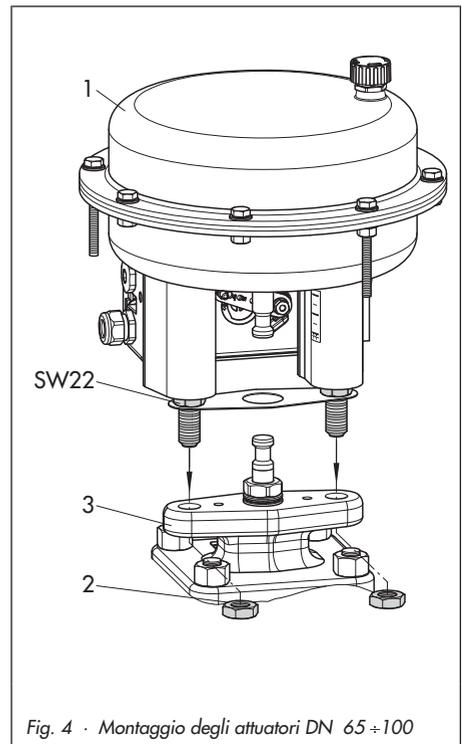
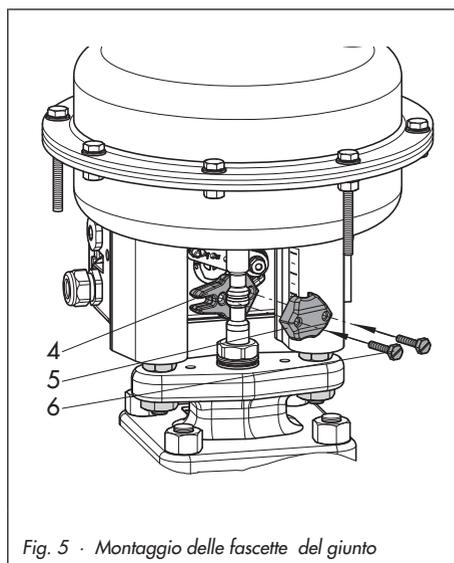

Fig. 4 · Montaggio degli attuatori DN 65 ÷ 100
Fig. 5 · Montaggio delle fascette del giunto
3. Applicare la fascetta posteriore del giunto con la presa di accoppiamento della corsa (fig. 5, pos. 4) sul retro dell’asta attuatore e avvitare leggermente con la fascetta anteriore (fig. 4, pos. 5) e le viti (6).